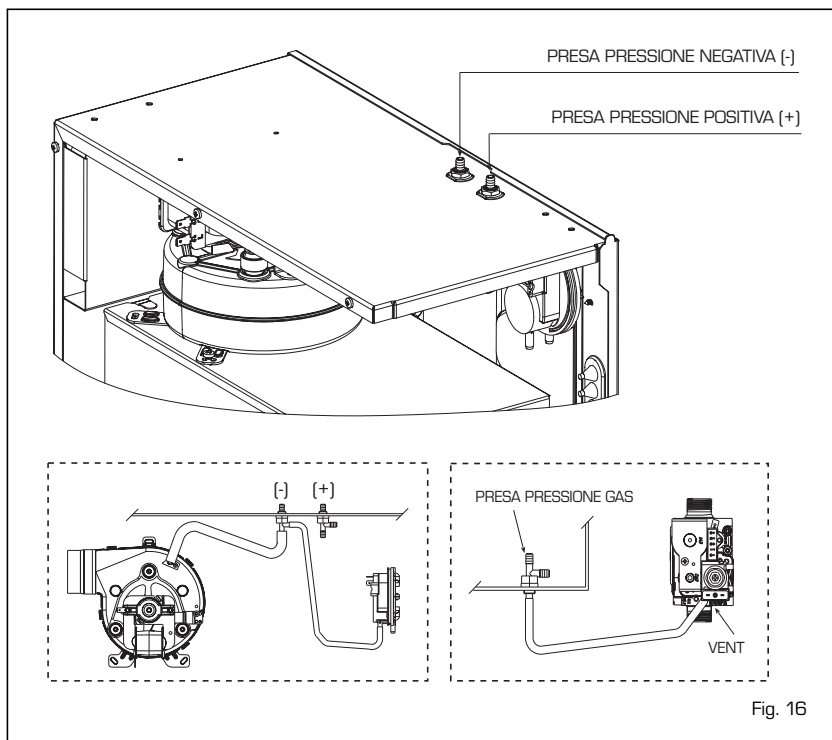

Fig. 16
3.8 PRESSOSTATO FUMI (fig. 16)